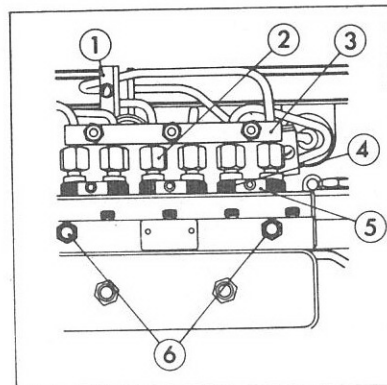

Fig. 25
4. Enlever les colliers de tuyaux d'injecteurs (Fig. 25).
5. Desserrer les vis à tête hexagonale de la pompe d'injection (Fig. 25) et déposer les colliers de porte-soupapes de décharge.